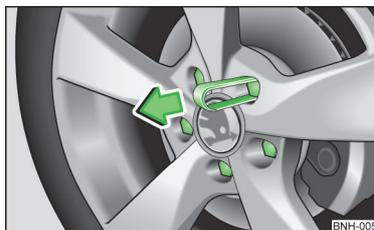

Fig. 128
- Estrarre il coperchio nella direzione indicata dalla freccia » fig. 128.